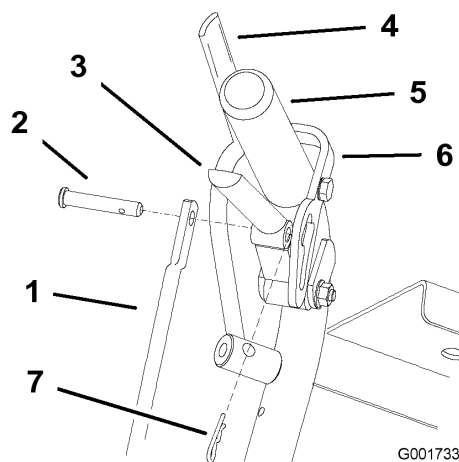

Figure 22
1. Retirez les goupilles fendues et les axes de chape des leviers de déplacement et des verrous du point mort (Figure 22).